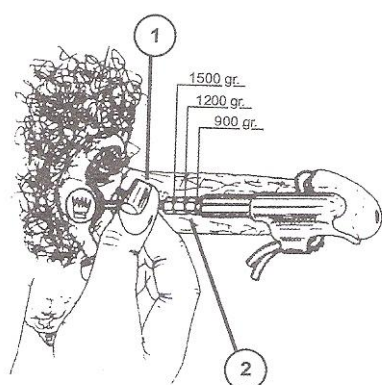

Рис.4
После надевания устройства силу вытяжения можно регулировать вращением двух барашковых винтов (1) в направлении внутрь. Фактически прилагаемое усилие можно считать на шестигранных штоках поршня (2). Сила вытяжения может изменять значение с 900 до 1.200 или 1.500 г (см. Рис. 4). Каждая риска на поршне соответствует 300 г. таким образом, в случае приложения макс. усилия (1.500 г) на поршне будет видна только одна риска. На первые 2 -3 недели применения рекомендуется сила 900 г и на этот период не рекомендуется использовать приспособление PROEXTENDER дольше 4 - 5 ч/ день. После усилие можно увеличить: 1.200 г до 6 - 12 ч/ ежедневно. Указанные режимы применения устройства можно использовать и в течение более длительных периодов.